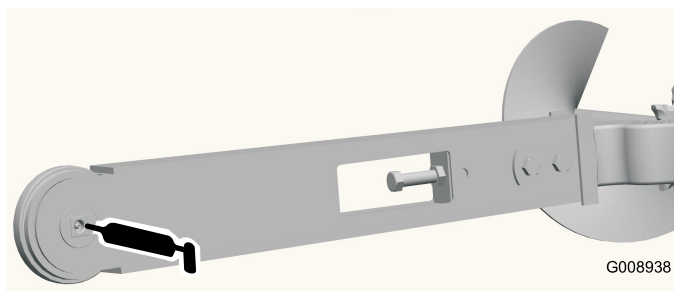
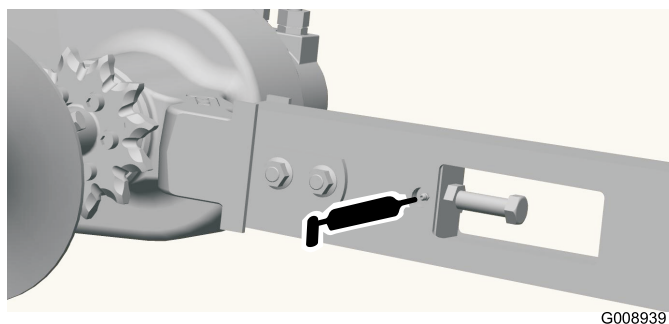

Figura 8
Figura 9
Lubrificate 2 raccordi, come illustrato in Figura 8 e Figura 9, ogni giorno e subito dopo ogni lavaggio.
11. Fate scorrere la nuova ruota sull'albero come illustrato nella figura 8.